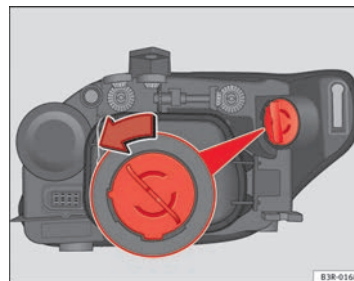

Abb. 194 Glühlampe für Blinklicht
- Drehen Sie den Lampenträger gegen den Uhrzeigersinn und ziehen Sie ihn ⇒ Abb. 194 mit der Glühlampe heraus.